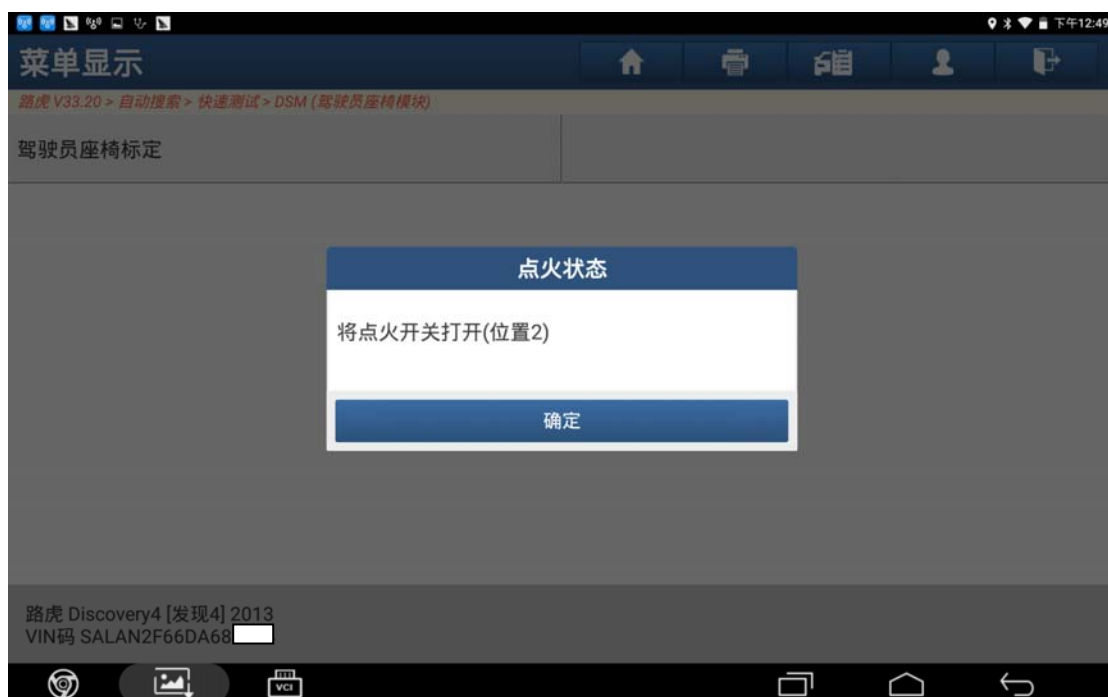

图 15
15). 将点火开关打开 (位置 2), 点击“确定”, 如图 15;